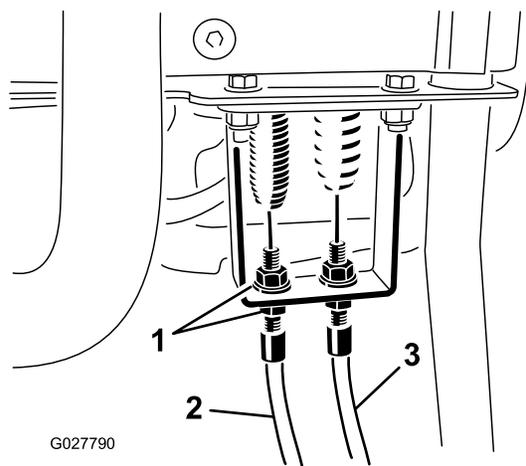

Figura 51
- 3. No anteparo da alavanca de controlo, soltar o cabo de controlo do cilindro até haver folga no cabo (Figura 51).